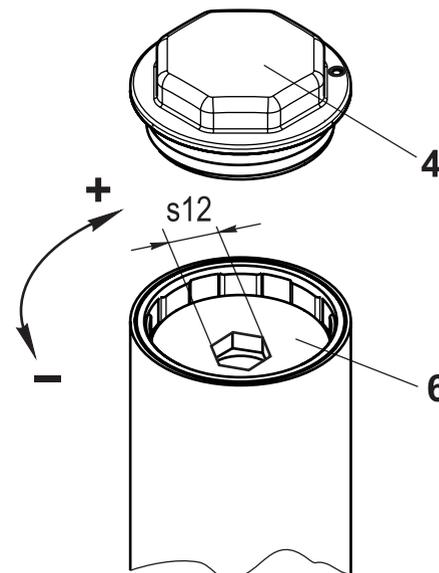

Рис. 5
- используя шестигранное отверстие (s12) в регулировочном винте 6 (рис. 5) при его повороте по часовой стрелке можно увеличить давление на выходе регулятора до заданного значения. Поворачивая регулировочный винт 6 против часовой стрелки происходит уменьшение давления на выходе. После проведения регулировки защитную пробку 4 необходимо установить в прежнее положение.